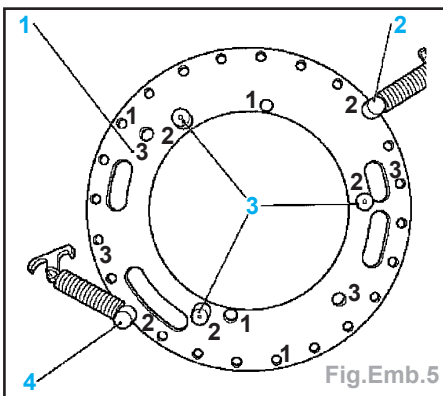

Fig.Emb.5
- Avant la dépose et la repose de l'embrayage, régler l'outil **KM-6289** (1) (Fig.Emb.5) :
- monter les tiges (3) en fonction de la grandeur de l'embrayage à l'intérieur sur **KM-6289**.